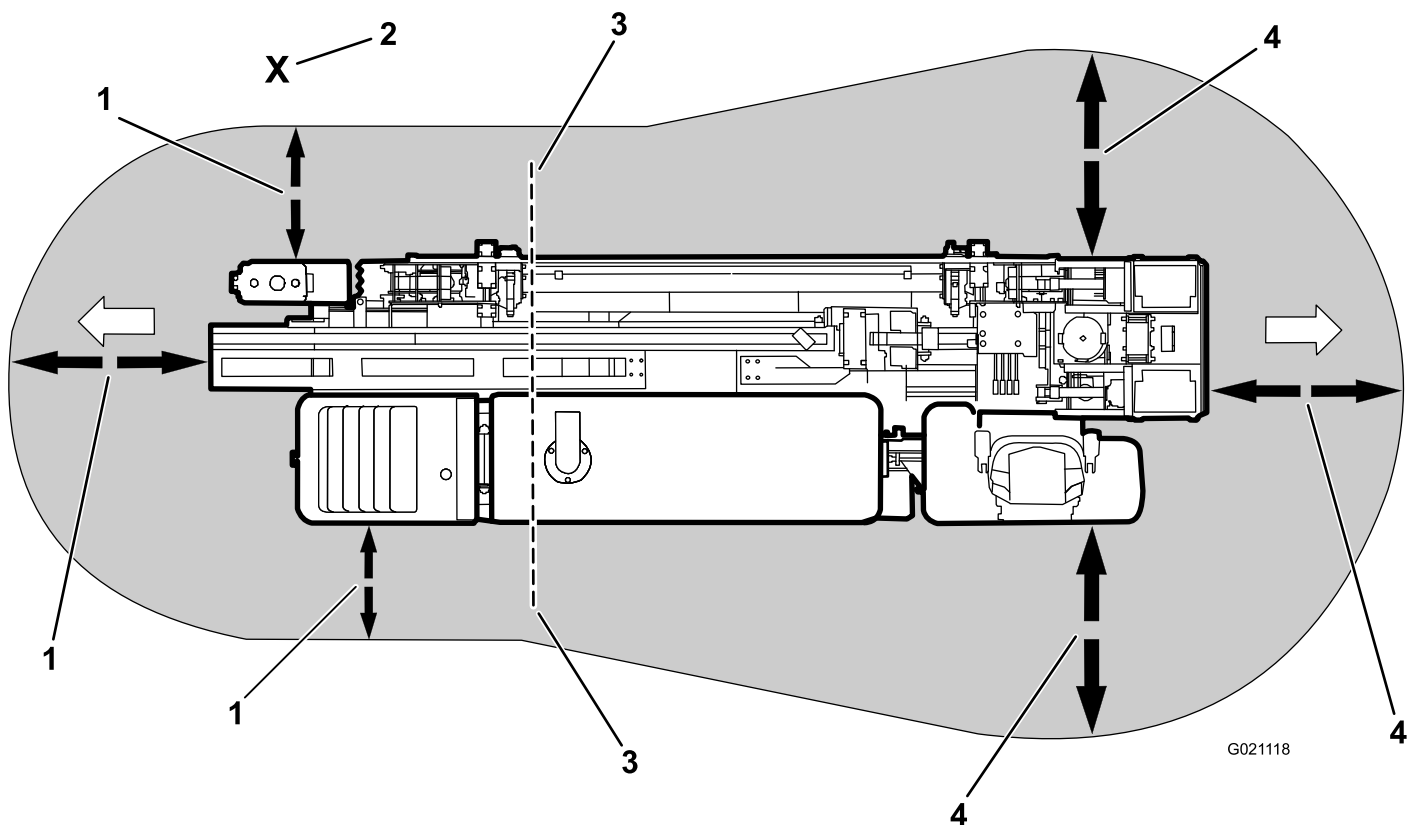

**Figure 3**
- Actionnez le boîtier suspendu de commande de déplacement de la machine hors de la zone de danger (Figure 3).